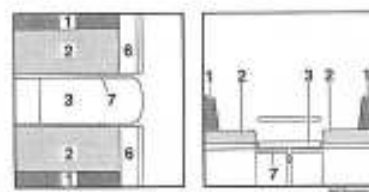

Fig. 86 Pendant la transformation
- Rabattre la rallonge de la banquette (Fig. 86,6) vers le haut et enclencher avec le rabat.